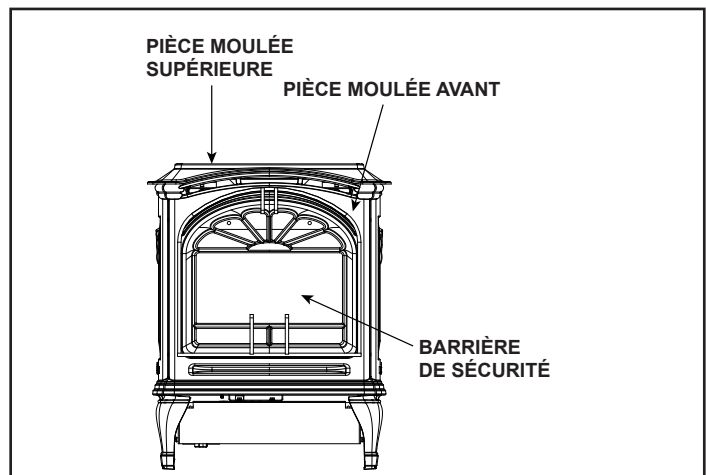

Figure 4.1 Retirer la pièce moulée
- Retirez la pièce moulée avant en la saisissant par le sommet et en la soulevant. Voir la Figure 4.1. Mettre de côté la pièce moulée avant sur la surface de travail préparée.